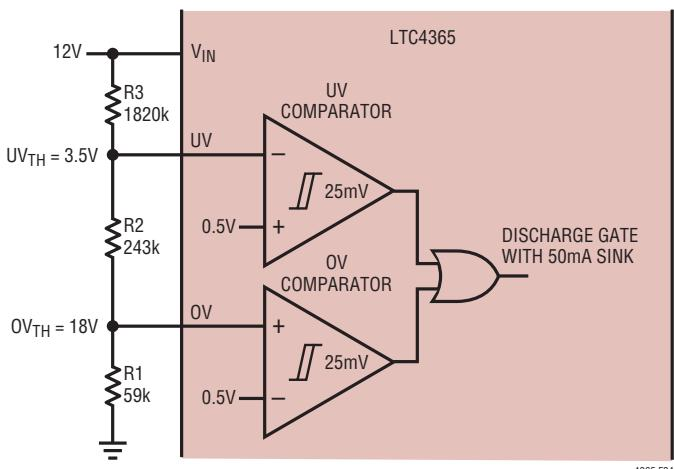

図4. 12V電源をモニタするUVコンパレータとOVコンパレータ
LTC4365は、 V_{IN} の過電圧 (OV) および低電圧 (UV) 状態をモニタする2個の精確なコンパレータを備えています。入力電源がユーザーによって調整可能なOVスレッショルドを超えると、外部MOSFETのゲートを直ちにオフして、負荷を入力から切断します。同様に、入力電源がユーザーが調整可能なUVスレッショルドを下回ると、外部MOSFETのゲートを直ちにオフします。12Vの入力電源のUV/OVアプリケーションを図4に示します。
外部の抵抗分割器により、ユーザーは V_{OUT} の負荷に適した入力電源範囲を選択することができます。さらに、UV入力とOV入力のリーク電流は非常に低いので (100°Cで標準1nA未満)、外部の抵抗分割器に大きな値を使うことができます。図4のアプリケーションでは、 V_{IN} が3.5V～18Vのときだけ負荷は電源に接続されます。 V_{IN} が18Vより上または3.5Vより下に外れると、外部NチャネルMOSFETのゲートが50mA電流シンクによって直ちに放電して、負荷を電源から絶縁します。